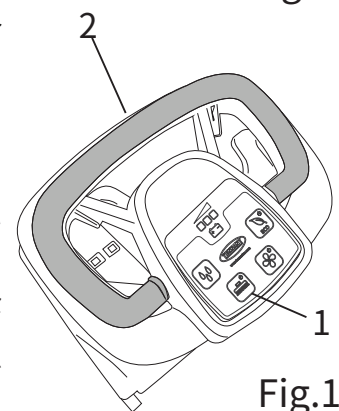

Fig.11
- ブラシコントロールボタンを押します (図11、参照1)。
- ブラシコントロールレバー (図11、参照2) を繰り返しジョグします。これにより、ブラシがフランジのハブと自動的にかみ合う (係合する) ようになります。操作がうまくいかない場合は、前と同じように機械の位置を変えてから、ブラシの位置合わせと制御レバーのジョグの手順を繰り返してください。
- ブラシコントロールボタン (図11、参照1) を押して、3秒間長押ししてください。機械は自動的にブラシ解除メカニズムを作動させます。